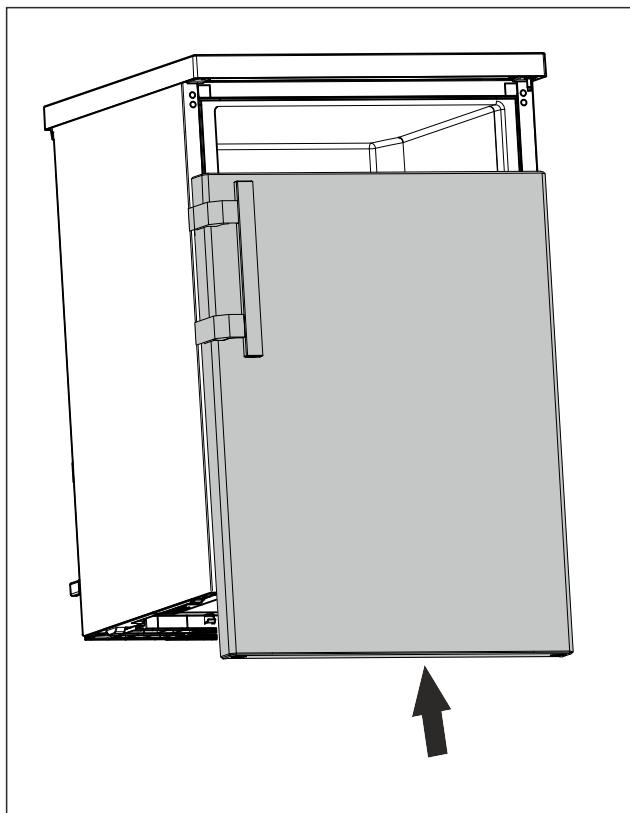

Fig. 19
- ▶ Пълзнете вратата върху горния болт, когато е затворена. (вж Fig. 19)